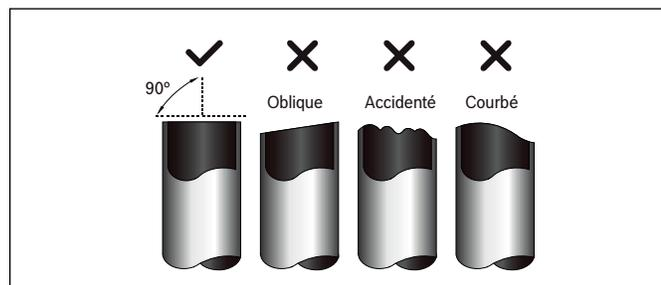

Figure 24
3. Assurez-vous que le tube soit coupé selon un angle parfait de 90°. Voir les exemples de coupes à la fig. 24.